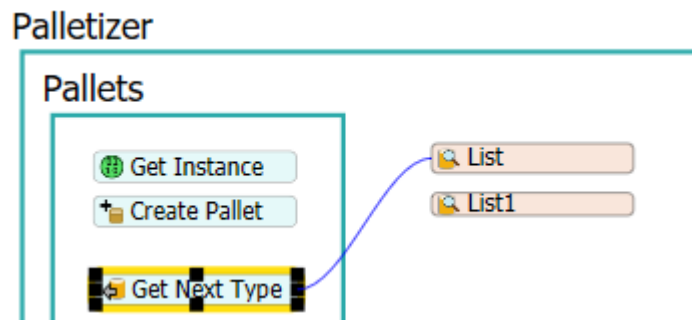

Figura 50- Conexão entre Pull from list e a lista
- Referenciar: Clique no ponto de exclamação ao lado do objeto e com o conta gotas clique sobre a primeira lista do Palletizer como mostra a Figura 50.